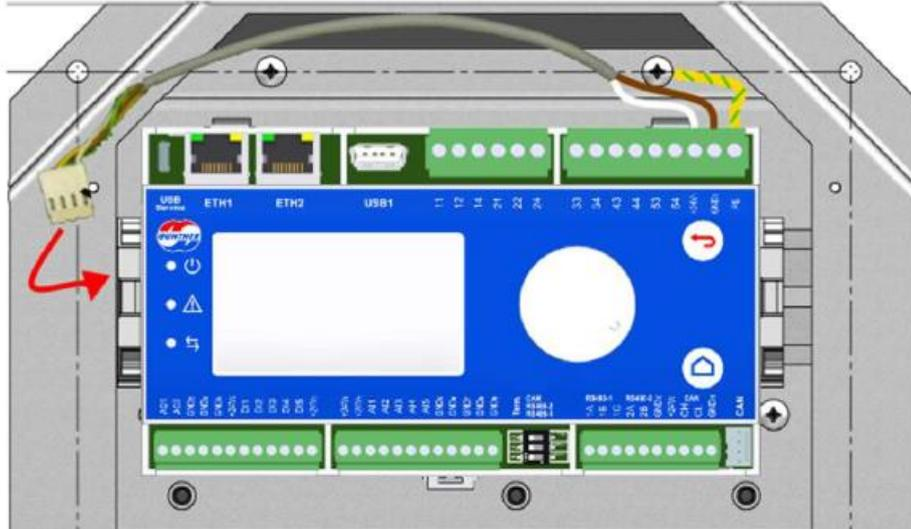

Figura 14: Conexión de cable de alimentación de GMMnext.
- Retire el controlador GMM EC con un destornillador para soltar el resorte de fijación inferior, resaltado en la Figura 14;